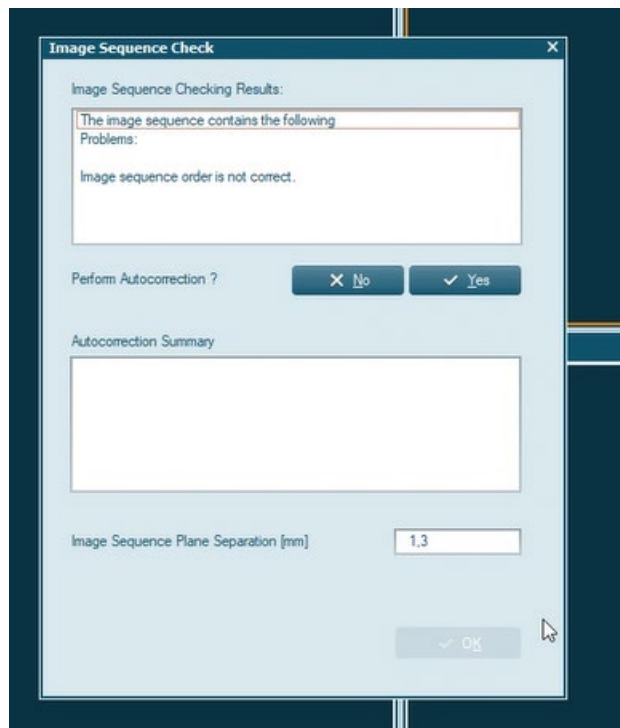

Figure 1 Fenêtre de vérification de la séquence d'images
chargement des nouvelles images. Les résultats sont affichés dans la fenêtre *Image Sequence Check* (voir Figure 1).
3. Si l'*unité de longueur* est définie en millimètres, l'utilisateur doit examiner attentivement et, si nécessaire, ajuster la valeur de séparation des plans de la séquence d'images pendant l'importation lorsqu'il travaille avec des épaisseurs de coupe qui ont deux décimales, comme le montre la figure 1. Les utilisateurs doivent tenir compte du fait que cette approche n'est pas intrinsèquement sûre, c'est pourquoi la solution 1 ou 2 est fortement recommandée.